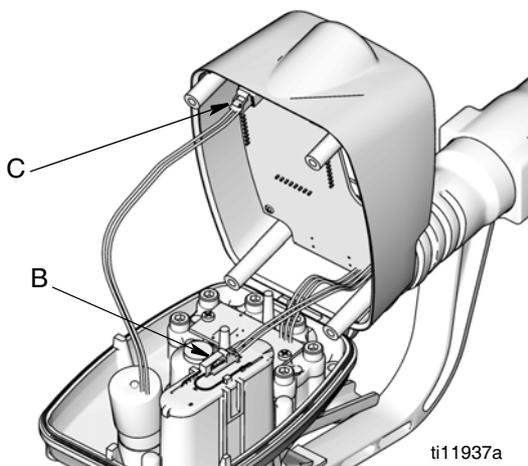

FIG. 31
3. Retourner le compteur et basculer le couvercle en arrière (FIG. 31).